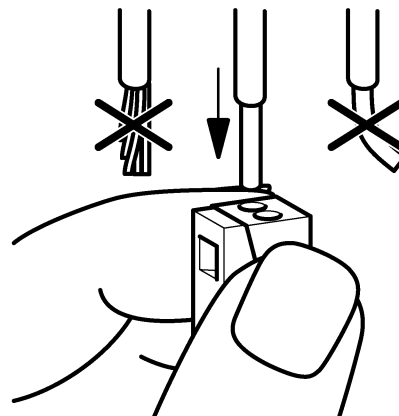

Figure 10: Raccordement du conducteur monofilaire
- Insérer jusqu'à la butée le conducteur monofilaire dans l'ouverture ronde côté installation (figure 10).